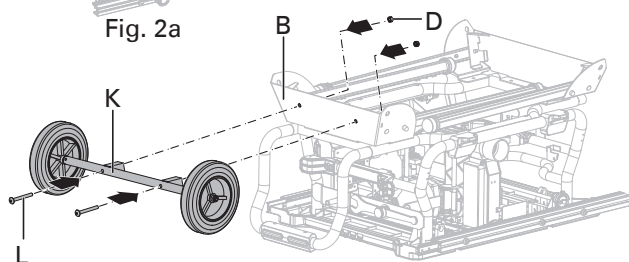

Fig. 2d
- Fixer l'ensemble de la roue (K) à l'ensemble du socle (B) avec deux vis à tête plate arrondie M8 x 100 (L) et deux écrous de blocage M8 (D). (Fig. 2d)